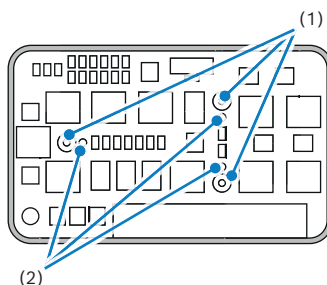

Figura 7
Estrarre i perni di posizionamento (2) in officina con un attrezzo adatto. Serrare le 3 viti (1) (Figura 7)